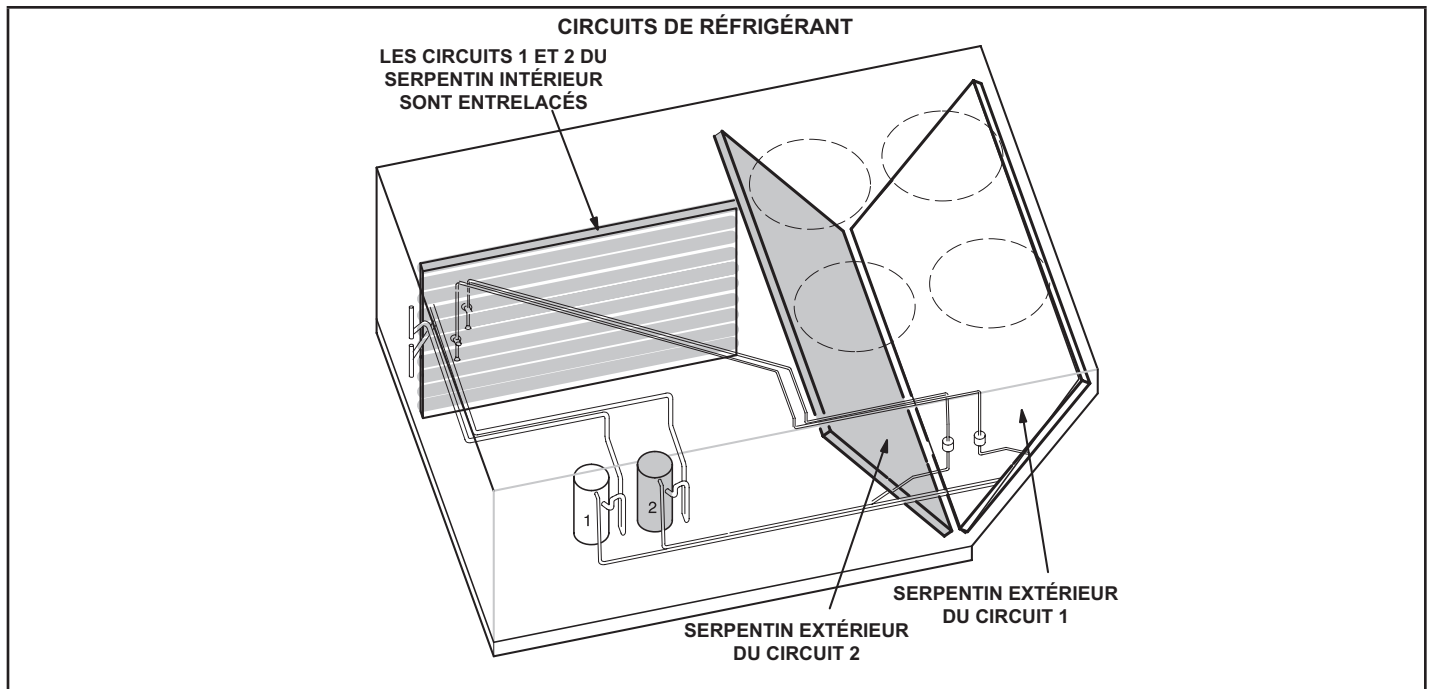

FIGURE 17
- 3 - L'unité contient deux systèmes ou circuits de réfrigérant. Voir FIGURE 17.